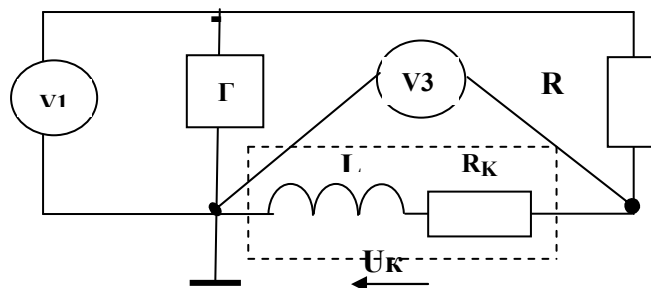

Рис. 2.7. Принципиальная схема измерения  $U_K$
- подключить вольтметр  $V3$  блока "φ - V3" к катушке индуктивности (см. рис. 2.7).